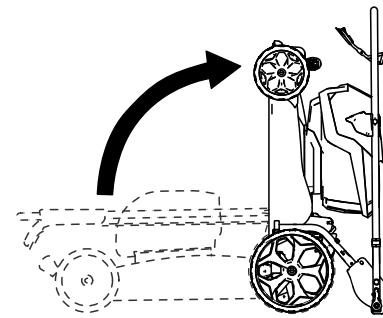

Figura 17
5. Pliegue el manillar hacia adelante del todo, como se indica en la Figura 17.
6. Levante la parte delantera de la máquina con el manillar y llévela al lugar de almacenamiento (Figura 17).